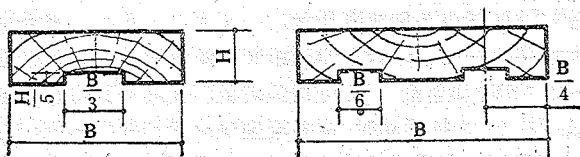

图19 风道做法
**风道** 即在木材背面预开一凹槽，防止木材反翘变形，另外它还起着与其他构件紧密结合的作用。如硬木地板钉在毛地板上之后，由于打了风道，地板底面便会服帖帖地与毛地板结合在一块，当人踏上时不致“吱、吱”做响，否则不容易钉平。在较宽的门窗框背面（与墙接触的地方）也可做风道（图19）。